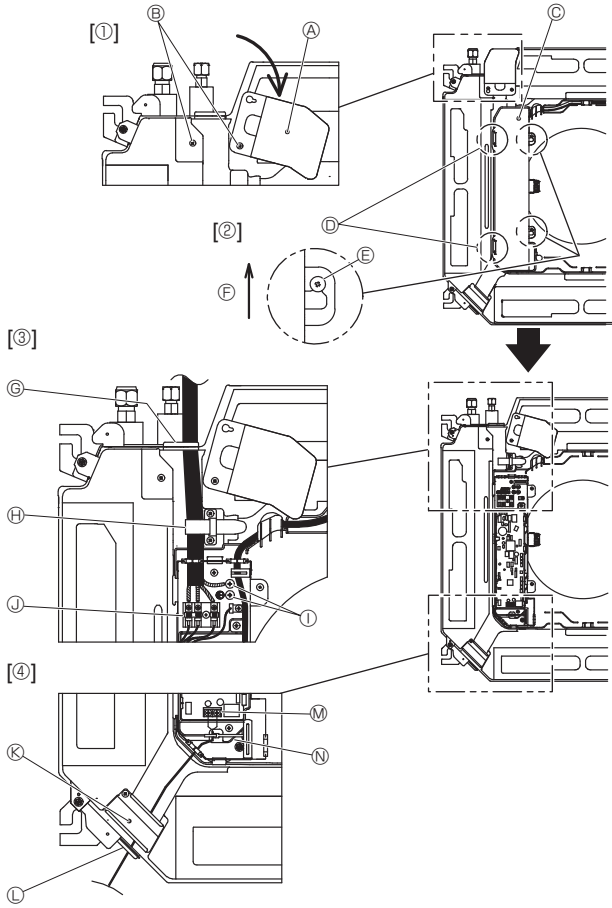
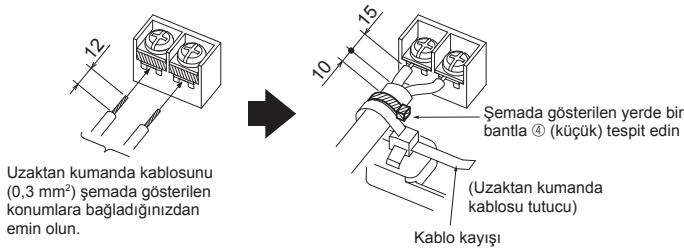

Fig. 6-1
Fig. 6-3
6.1. İç ünite (Fig. 6-1)
1. Elektrik kablosu servis panelini sabitleyen iki vidayı sökün ve ardından elektrik kablosu servis panelini çevirin. [Fig. 6-1 ①]
2. Elektrikli kutusu kapağını sabitleyen iki vidayı sökün ve ardından elektrik kutusu kapağını kaydırarak çıkarın. [Fig. 6-1 ②]
3. Kabloyu, iç/dış ünite bağlantı kablosunu ve toprak kablosunu şemada [Fig. 6-1 ③] verilen kablo girişlerinden geçirin.
4. Uzaktan kumanda kablosunu şekilde gösterilen kablo girişlerinden geçirin ve bağlayın. [Fig. 6-1 ④, Fig. 6-3]